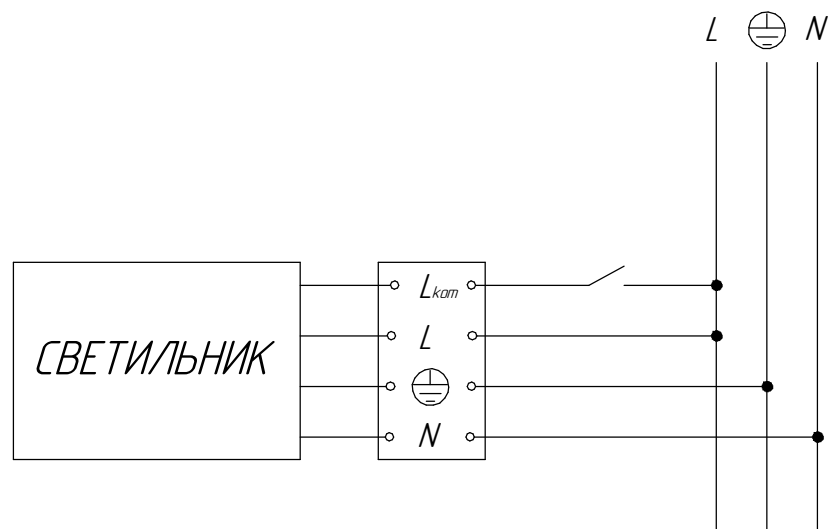

Рисунок 3 - Схема подключения светильника с БАП к сети.
- 3) Подключить, выходящий из светильника кабель к сети согласно схеме (рис. 3, 4, 5).